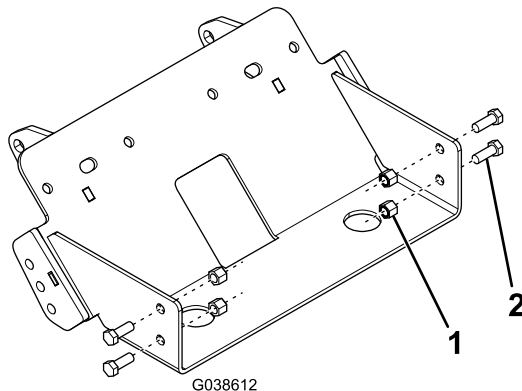

Figura 1
3. Sujete la placa de protección del quitanieves al bastidor del vehículo a través de los taladros del paso anterior, con 4 pernos ($\frac{3}{8}$ ") y 4 contratuercas ($\frac{3}{8}$ "), y apriete las fijaciones a mano solamente (Figura 1).
4. Usando la placa de protección del quitanieves como guía, sujete los parachoques del vehículo a la placa de protección del quitanieves con mordazas, y abra los 4 taladros indicados en Figura 1 a un diámetro de $\frac{7}{16}$ ".